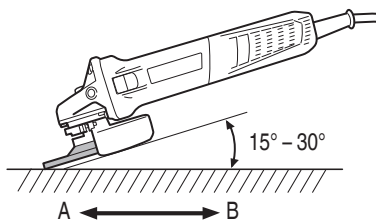

Fig. 5
- Utilice el ángulo de amoladura apropiado. Realice la operación de amoladura con el borde de la rueda levantando la amoladora de 15° a 30°, como se muestra en la Fig. 5.
- Mueva la amoladora en el sentido apropiado. Cuando utilice una rueda de disco abombado nueva en el sentido A (Fig. 5), el borde de la rueda puede cortar la pieza de trabajo. En este caso, realice la operación de amoladura en el sentido B (Fig. 5). Cuando se haya gastado el borde de la rueda, la pieza de trabajo podrá amolarse en ambos sentidos.